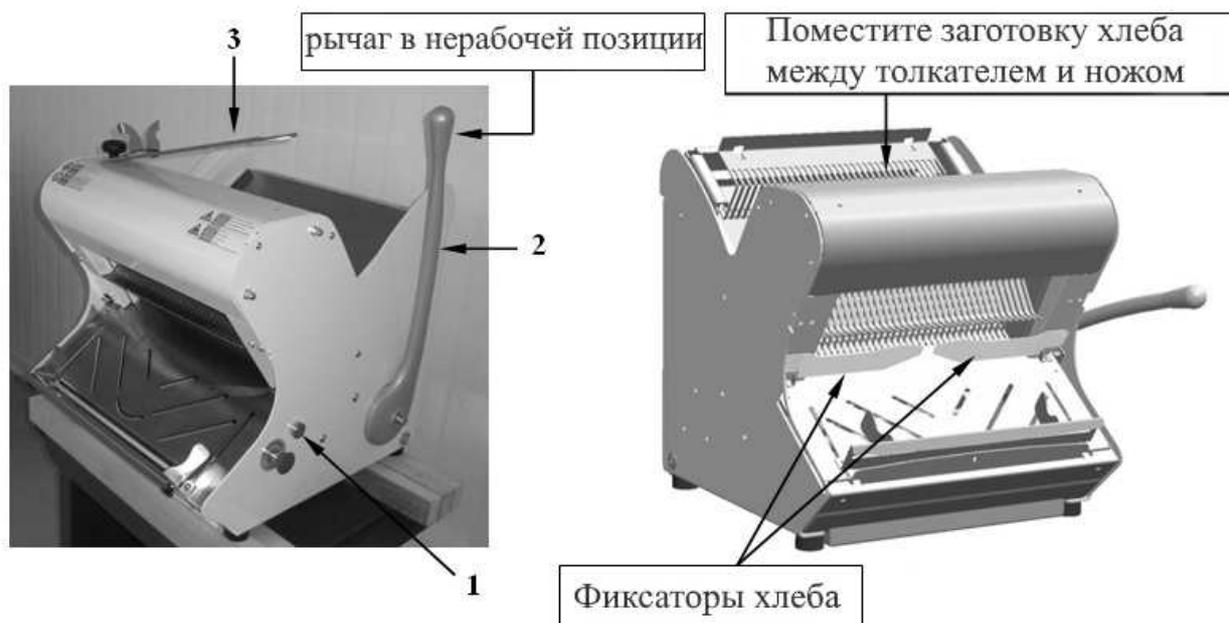

Рисунок 11
Для включения оборудования необходимо вставить штепсельную вилку в розетку питания; освещение кнопки из. 1 Рисунок 11 включается в случае наличия напряжения в оборудовании
Ссылаясь на Рисунок 11:
- потяните рычаг, из. 2 Рисунок 11 таким образом, чтобы вызвать возвратное движение толкателя хлеба